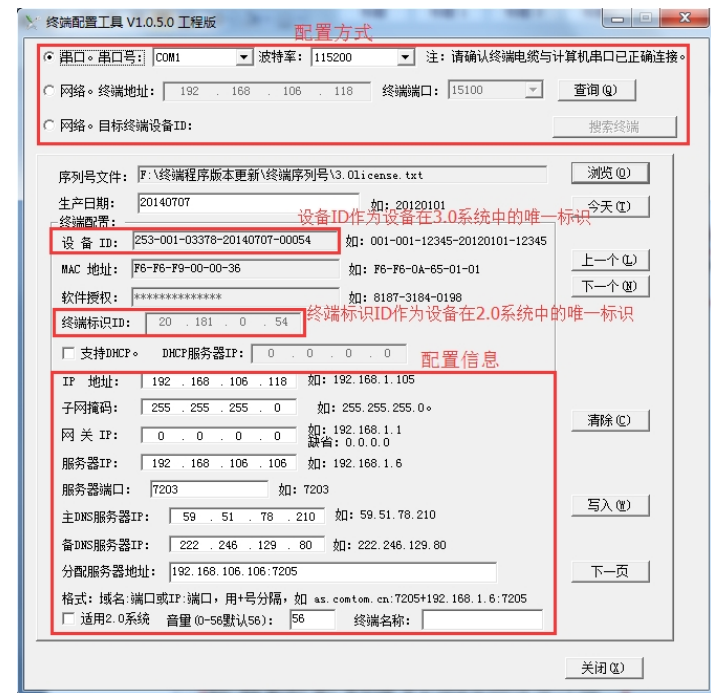

图3.3 终端配置工具
- 2) 点击配置计算机“开始—程序—数字IP网络广播—终端配置程序(New)”菜单，打开终端配置程序（如图3.3所示）。